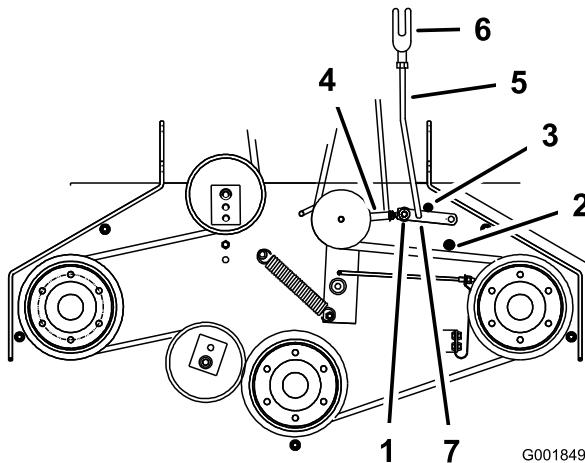

Figura 57
5. Asegúrese de que el brazo está en contacto con el tope trasero del brazo de la carcasa (Figura 57).
7. El brazo debe entrar en contacto con el tope delantero del brazo de la carcasa. Si no lo hace, la palanca acodada debe acercarse más al refuerzo (Figura 57).
8. Para ajustar el acoplamiento del brazo, retire el pasador de horquilla del brazo (Figura 57).
11. Instale el acoplamiento en el brazo y sujetelo con el pasador de horquilla (Figura 57).